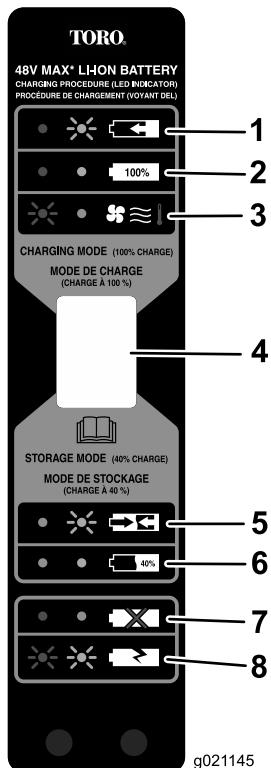

Figura 12
5. Consulte Figura 12 para interpretar los indicadores LED del cargador de la batería.
Utilice el modo de almacenamiento (Figura 12) si la batería no se va a utilizar durante 12 meses o más.
4. Cuando la batería esté preparada para el almacenamiento (Figura 12, punto 6.), retire la batería del cargador.